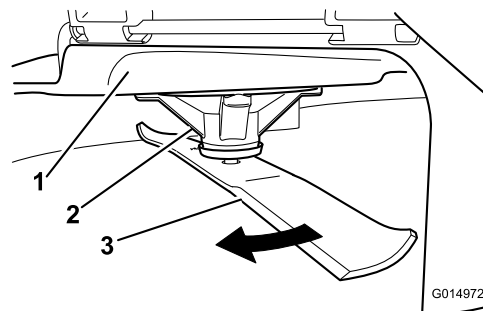

Figure 110
2. Enfilez des gants épais ou utilisez une autre protection adéquate pour les mains, et faites tourner la lame lentement jusqu'à une position permettant de mesurer la distance entre le tranchant et la surface plane sur laquelle se trouve la machine (Figure 110).